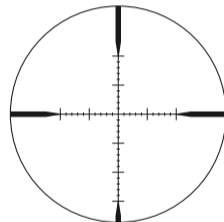
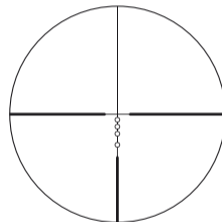

Fig. 3-1
Fig. 3-2
(1) Mise au point
- 1 Regardez dans l'oculaire, l'œil placé à environ 4 pouces (10 cm) de l'oculaire, pour voir le réticule MK1-MOA (Fig. 3-1) ou le réticule BDC 150 (Fig. 3-2).